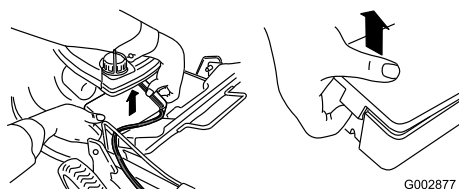

Figura 9
1. Desenganche ambos extremos de la tapa de la batería y retírela (Figura 9).